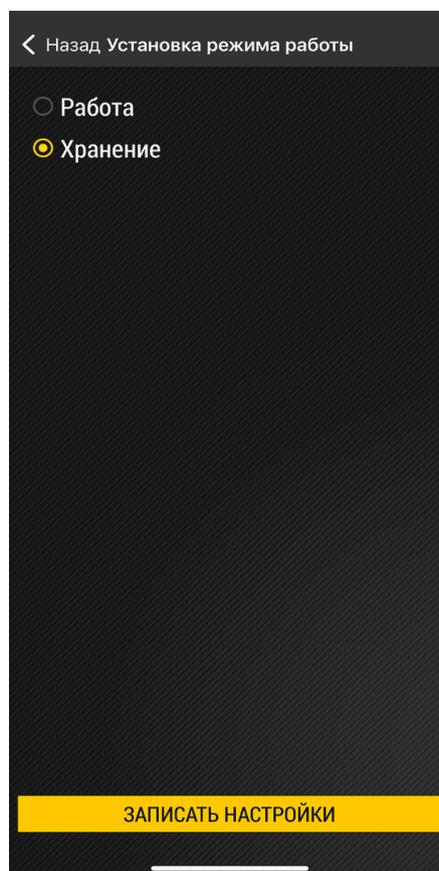

Рис.27. Включение режима «Хранение»
4. Затем выберите режим «**Хранение**» и нажмите кнопку «**Записать настройки**» (Рис.27).